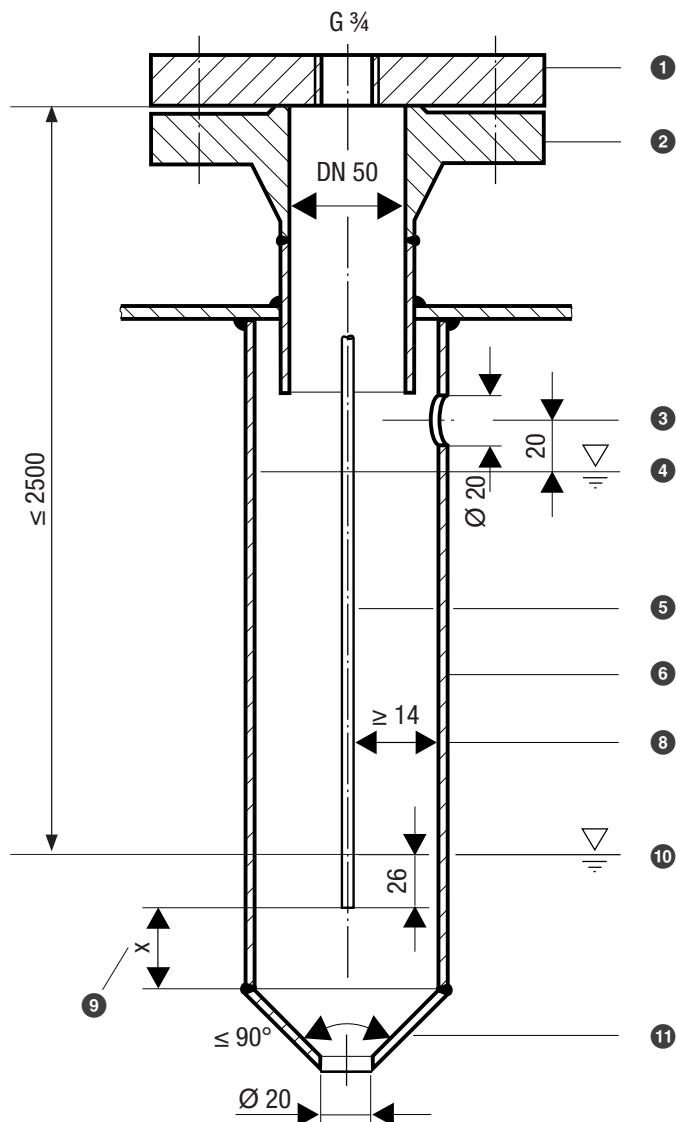

Fig. 9
- Beachten Sie die Mindestabstandsmaße beim Einbau der Niveauelektrode, siehe Einbau-beispiele Fig. 9 bis Fig. 12.
Einbaubeispiel mit Maßvorgaben, siehe Fig. 9, Seite 26
Legende Fig. 9 bis Fig. 12
- 1 Fig. 9, 13: Flansch (PN 40, DN 50) EN 1092-1 (Einzelelektrode)